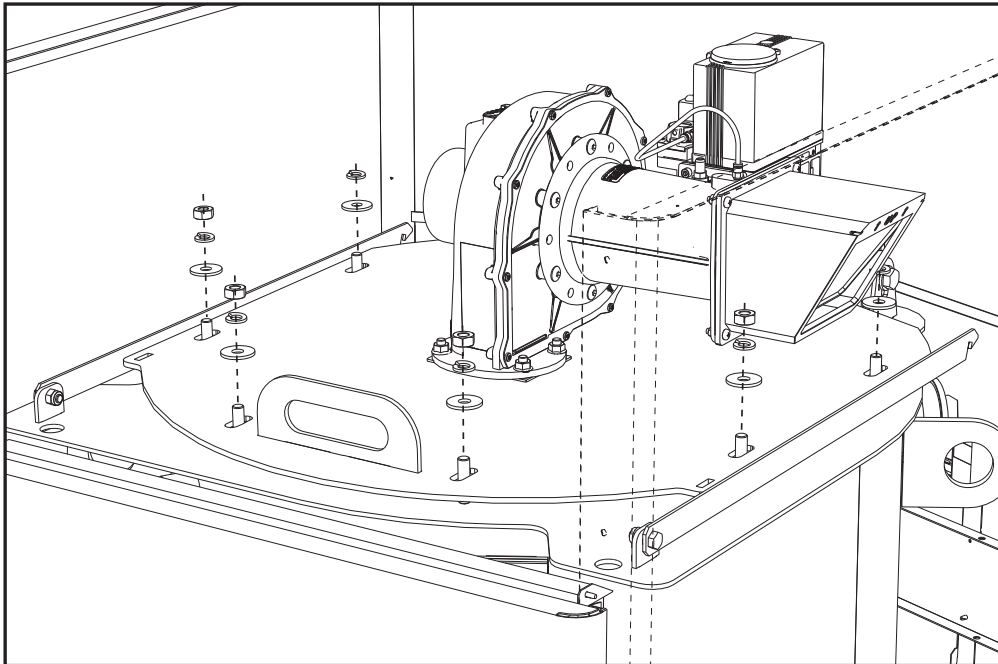

fig. 70
- Togliere i dadi e rondelle (fig. 70).